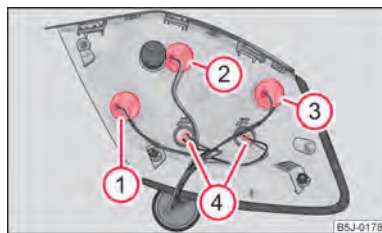

Fig. 166 Unidad de luces posteriores: Posición de montaje de las bombillas
- Para cambiar una bombilla, gire el portalámparas del todo hacia la izquierda (en dirección de las flechas en la caja) y extráigalo de la caja ⇒ fig. 166 (derecha).
Posición de montaje de las bombillas en la unidad de luces posteriores ⇒ fig. 166.